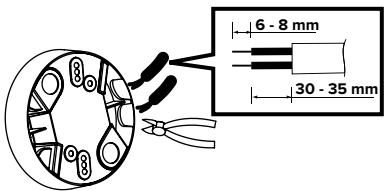

ABB. 12
2. Um die Kabel durch die Öffnungen an der Seite des Gehäuses zu führen, müssen diese markierten, aber noch abgedeckten Löcher mit einem Seitenschneider freigeschnitten werden. Führen Sie dann das Kabel durch die freien Löcher und abisolieren Sie das Kabel auf 6-8 mm (ABB. 12).